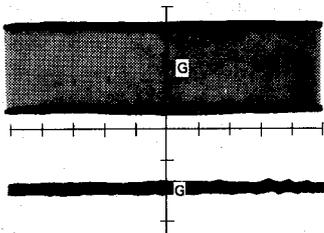

Abb. 36
- Für Abbildung 36: Wenn der Servo am besten arbeitet – VR351 unverändert lassen.